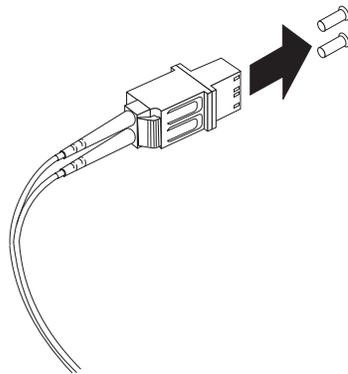

Figure 25. Retrait des capuchons de protection du câble adaptateur LC-SC
3. Retirez les deux capuchons de protection de l'extrémité LC du câble adaptateur LC-SC, comme illustré dans la figure 25. Conservez les capuchons de protection pour une utilisation ultérieure.